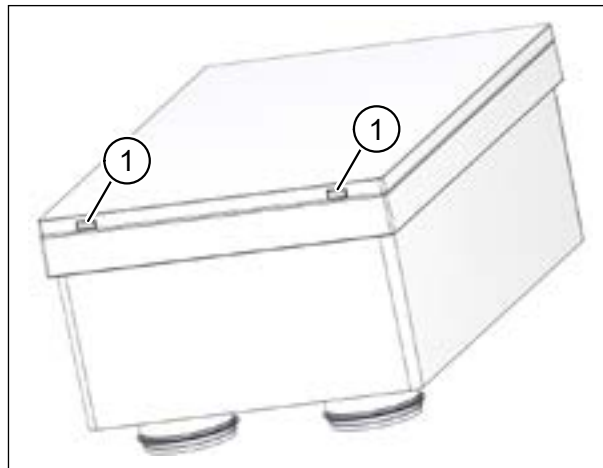

Рис. 32: снять крышку с аппарата
- ▶ Надавите большими пальцами одновременно на оба фиксирующих крючка (поз. 1 на рис. 32) в нижней части вентблока. Крышка отделится.